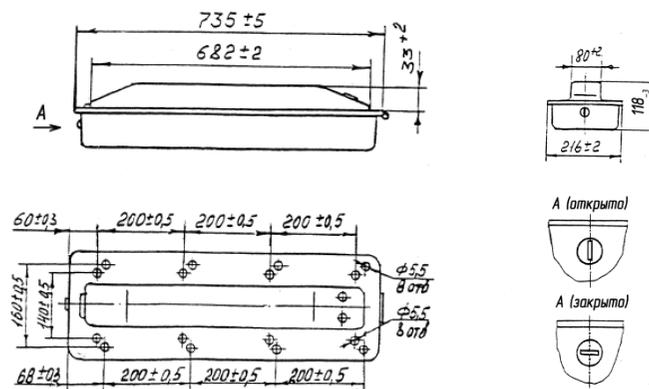

Рис. 1
2.1 Габаритные, установочные и присоединительные размеры см. на рис.1.
6.1 Открыть рассеиватель. Светильники поставляются с расположением паза на кнопке вертикально. Для открывания рассеивателя (рис.1), необходимо нажать на кнопку и открыть рассеиватель, потянув его вниз. При расположении паза на кнопке горизонтально – повернуть лезвием отвертки кнопку против часовой стрелки на 90°, нажать на кнопку и открыть рассеиватель, потянув его вниз.